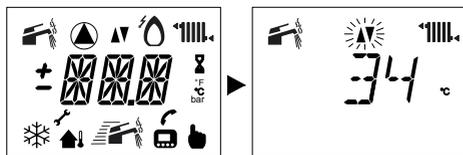

Figura 5.66
- Per modificare il SET programmato agire sui pulsanti **▲** (up) o **▼** (down) e aspettare che il numero programmato cominci a lampeggiare (Figura 5.66).